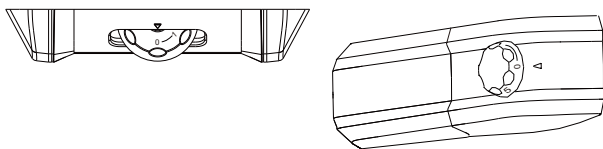

Fig.13
1) Tourner le bouton sur la position "0". (fig.13)